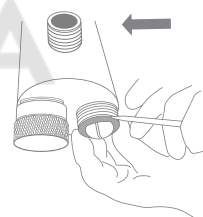

Рис. 14
10. Установите второе уплотнительное кольцо на закрытый конец кварцевой трубки и плотно прижмите к камере реактора (рис. 14).